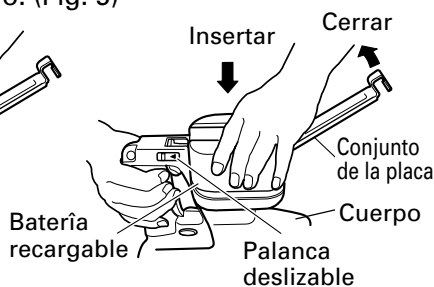

Fig. 5
2. Tenga en cuenta el sentido de inserción de la batería, insértela, y cierre el conjunto de la placa. Cuando el conjunto de la placa y la palanca deslizable se enganchen perfectamente, oirá un chasquido. (Fig. 5)